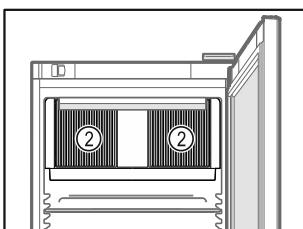

Fig. 31
- ❑ Дръжте вентилационните отвори Fig. 31 (2) на циркуляционния вентилатор във вътрешността свободни.